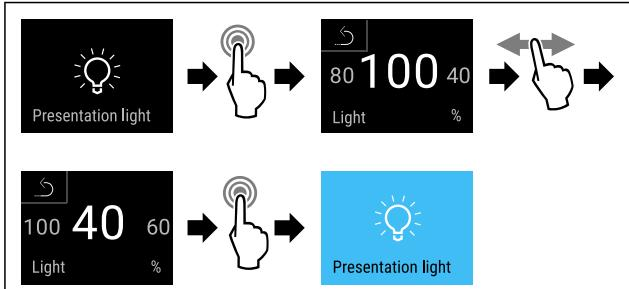

Fig. 68
- Obavite korake postupka (pogledajte Fig. 68).